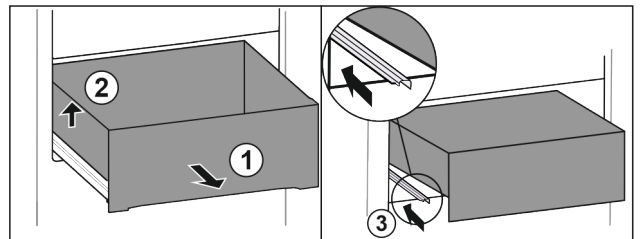

Fig. 91
- Schubfach bis zum Anschlag herausziehen. Fig. 91 (1)
- Schubfach links anheben. Fig. 91 (2)
- Linke Schiene einschieben. Fig. 91 (3)